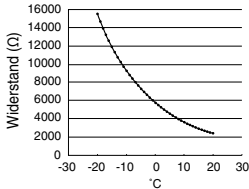

Abbildung 4.1: Kennlinie des Speichertemperaturfühlers
- Der Temperaturfühler des Warmwasserspeichers muss ein Heißleiter sein. Abbildung 4.1 zeigt die Kennlinie des Fühlers. Das Kabel sollte ein (2 x min. 0,3 mm²) doppelt isoliertes (mit einem Isoliervermögen von min. 30 V) PVC- oder Polychloropren-ummanteltes Kabel sein.